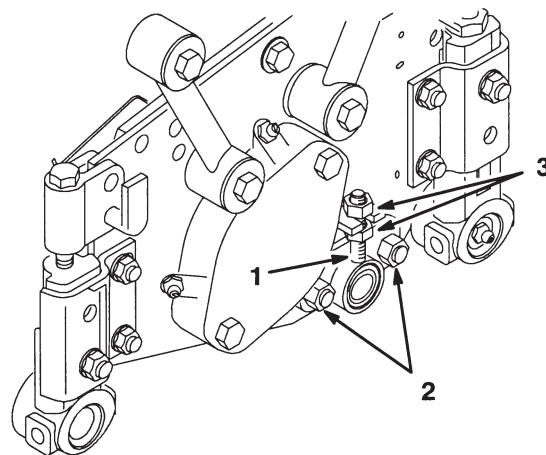

Figure 5
6. Desserrez les deux contre-écrous de fixation du dispositif de réglage de la barre d'appui sur la plaque latérale du plateau de coupe (Fig. 5).
7. Serrez plus ou moins les écrous pour élever ou abaisser le dispositif de réglage de la barre d'appui jusqu'à ce que la bande de papier soit coupée sur toute la surface de la contre-lame quand vous tournez la molette de réglage de la contre-lame de deux crans au plus après le premier contact cylindre/contre-lame (Fig. 5).